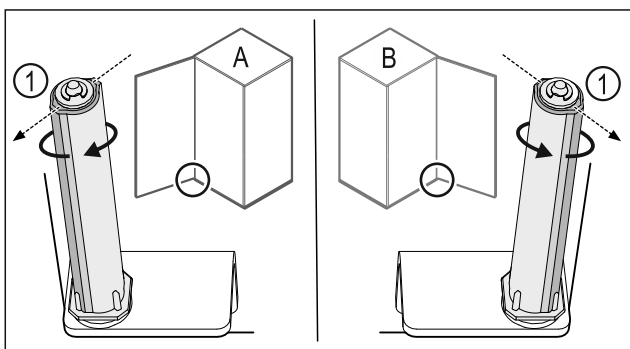

Fig. 45 Levý doraz (A) / pravý doraz (B)
- Otácejte uzavíracím systémem proti odporu, dokud nebude lamela uzavíracího systému Fig. 45 (1) ukazovat směrem ven.